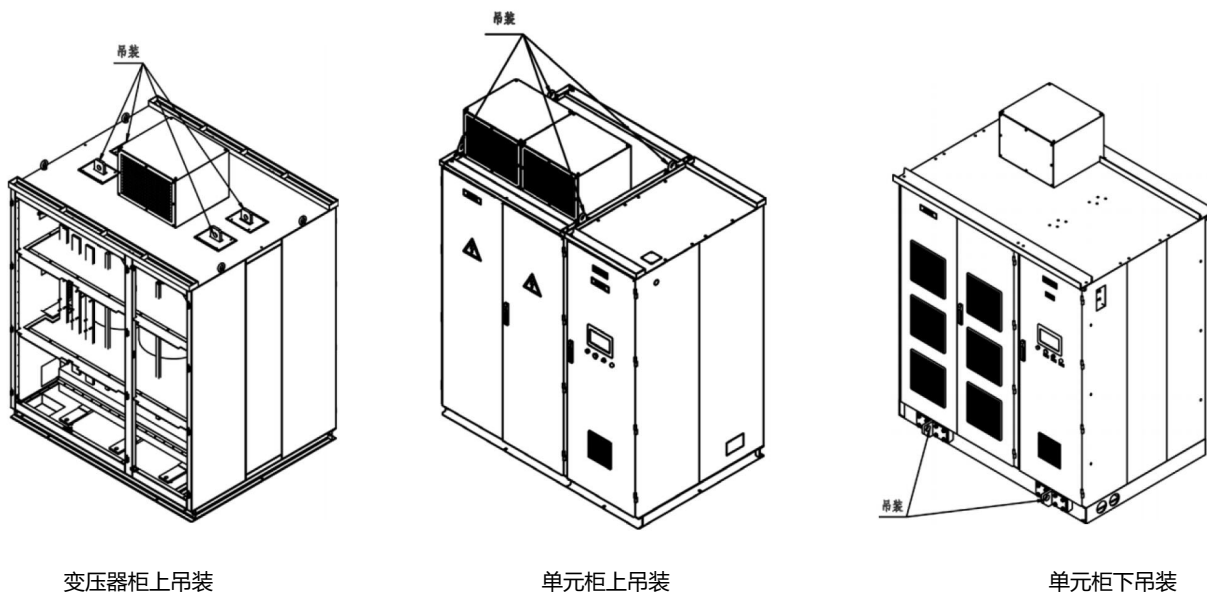

图7.1 柜体吊装示意图
- 吊装变压器柜时，除包装标识和图纸位置做特殊说明外，都应吊装变压器自身的扁钢部分，不能吊装变压器柜本体（见图7.1）。若变压器柜顶安装有多台风机，则吊装变压器时还必须拆除风机，吊装后需按原样恢复。